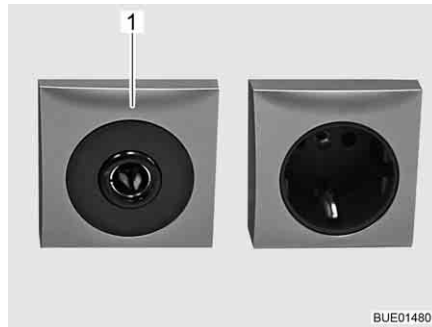

Bild 115 Eluttag 12 V/10 A
- ▷ Till 12 V-nätets eluttag (Bild 115,1) får endast apparater med maximalt 10 A anslutas.